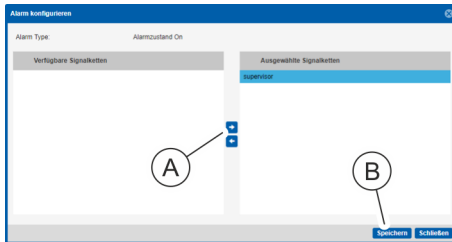

Abb. 127: Fenster "Alarm konfigurieren"
7. Im Fenster "Alarm konfigurieren" eine Signalkette auswählen und über die Schaltfläche „→“ (Abb. 127/Ⓐ) ins Feld „ausgewählte Signalketten“ schieben. Auswahl über die Schaltfläche „Speichern“ (Abb. 127/Ⓞ) bestätigen.